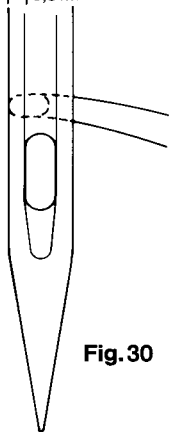

Fig. 30
- Tourner le volant jusqu'à ce que l'aiguille monte et que la pointe du crochet le bord gauche de l'aiguille (fig. 30).
- Contrôler la position du crochet et de l'aiguille (fig. 30). En cas de réglage correct, la diode-témoin verte s'allume (fig. 30d).
Maintenant, la pointe du crochet doit affleurer exactement le bord gauche de l'aiguille (fig. 30). Tolérance  $\pm 0,5$  mm.